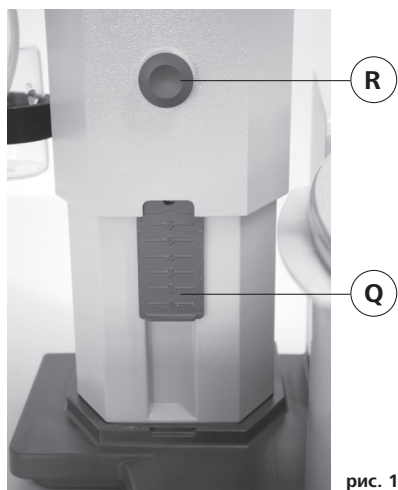

рис. 18
- ☞ Для перемещения упора (Q) нажмите центральную кнопку (R) на передней стороне подъемника (рис. 18).